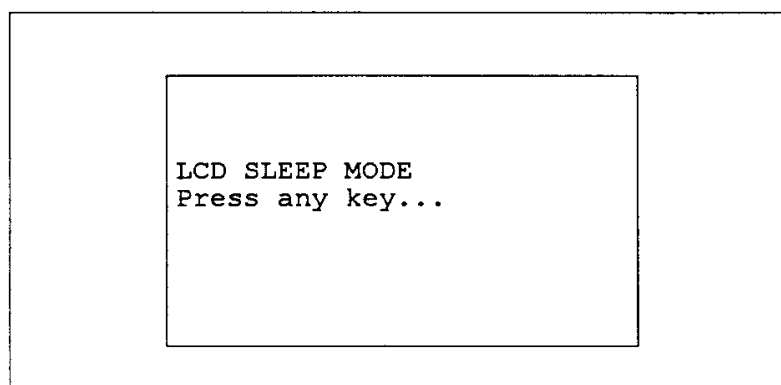

図 5-10： SLEEP を選択した後の表示画面
2. [F3]を押して SLEEP を選択します。図 5-10 のような画面が表示されます。